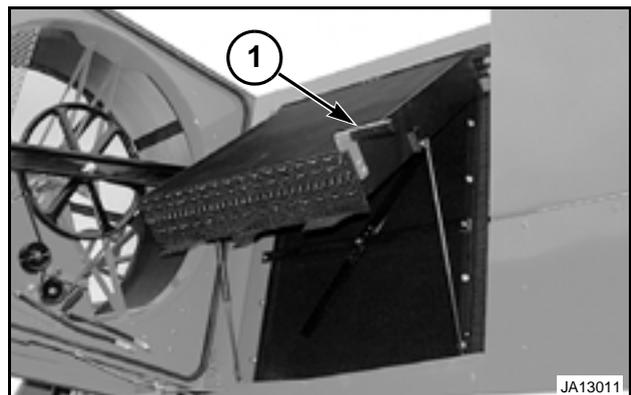

FIG. 127
FIG. 127: Para acceder a la parte trasera del radiador de aceite y al condensador como también al radiador principal, la combinación de radiadores puede ser tirada hacia delante tirando de la manija (1). Realizar el procedimiento para cerrar la aspirador de aire.